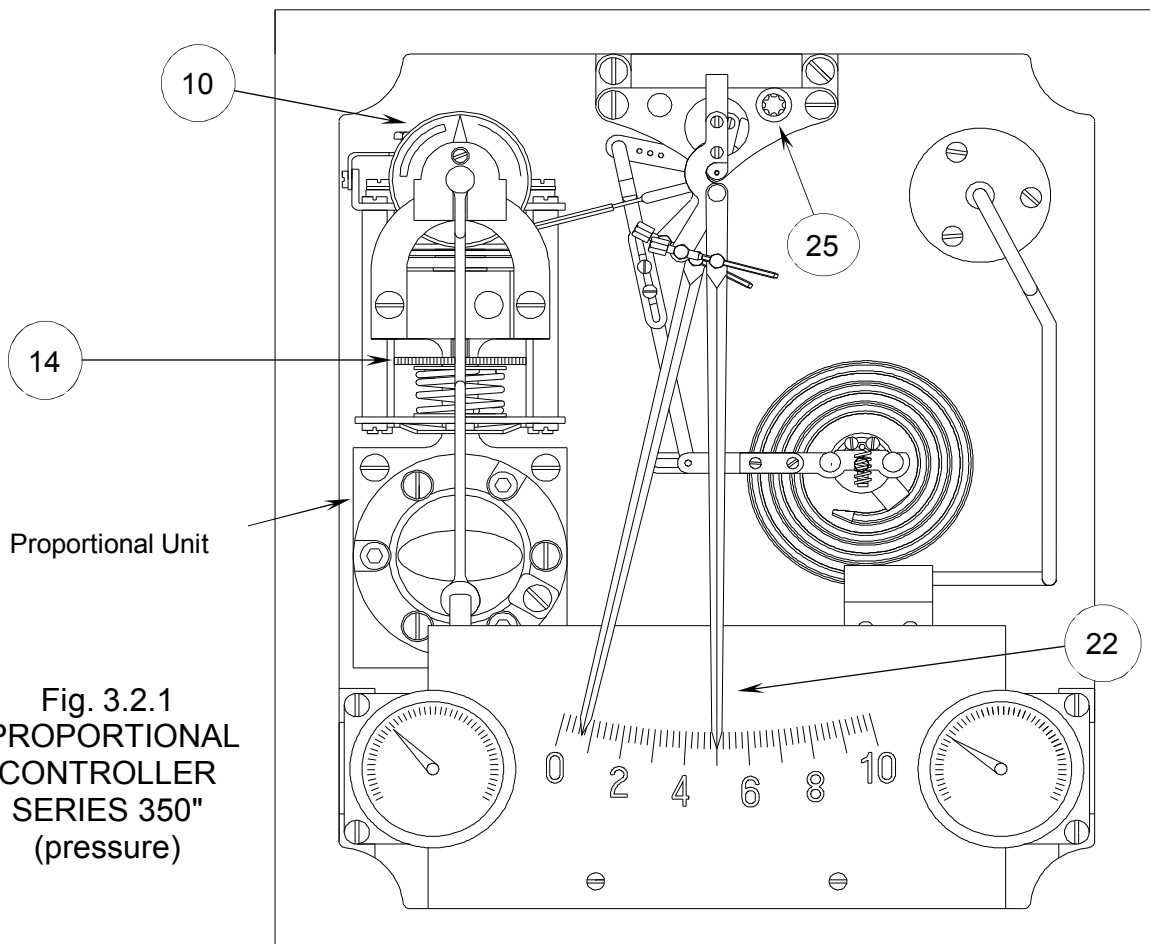

Fig. 3.2.1
3.2. PROPORTIONAL CONTROLLER (P) (Fig. 3.2.1)